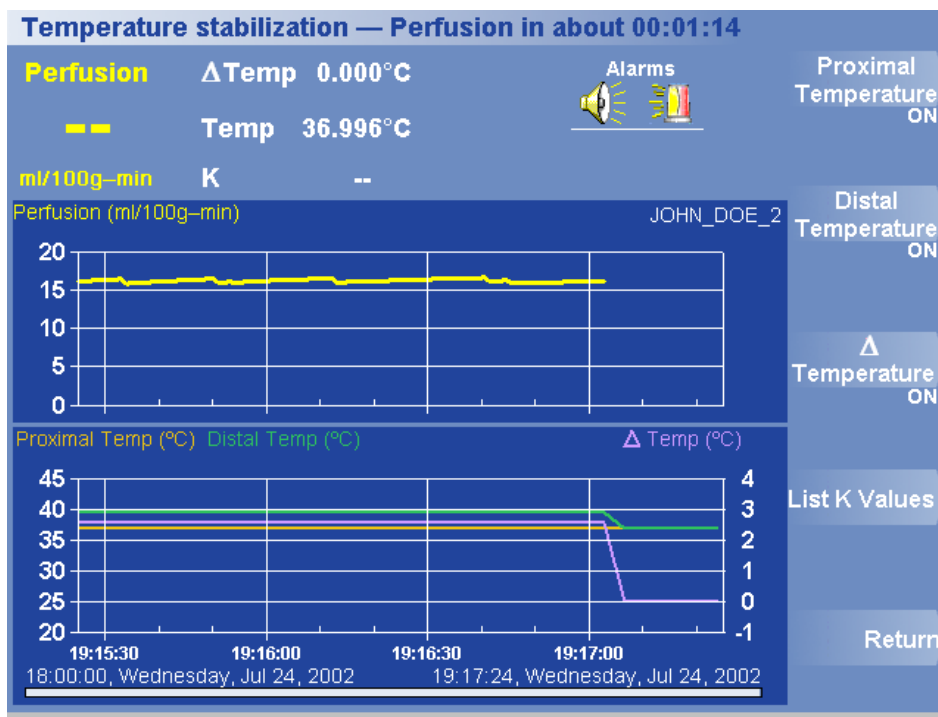

図 37 プロットの選択メニュー
1. Options (オプション) > View Data (データの表示) > Select Plots & List K (プロットの選択と K のリスト) を押します。プロットの選択メニューが表示されます (図 37)。